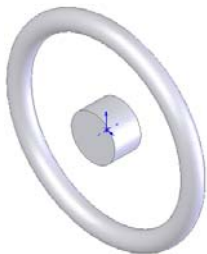

图 4-40 拉伸后的图形
**13** 设置视图方向。单击“标准视图”工具栏中的“等轴测”图标, 将视图以等轴测方向显示, 结果如图 4-40 所示。